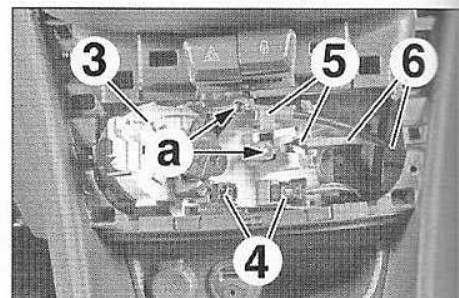

FIG.18
- Débrancher les connecteurs (4) (Fig.18).
- Dégrafer les arrêts de gaines (5).
- Désaccoupler les câbles de commande (6) en (a).
- Déposer le panneau de commande de chauffage/climatisation (3).